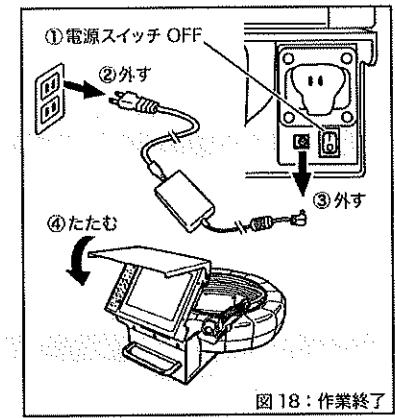

図 18：作業終了
8. 作業終了 (図18)
- ACアダプタをコンセントから外し、③本体からも取り外してください。